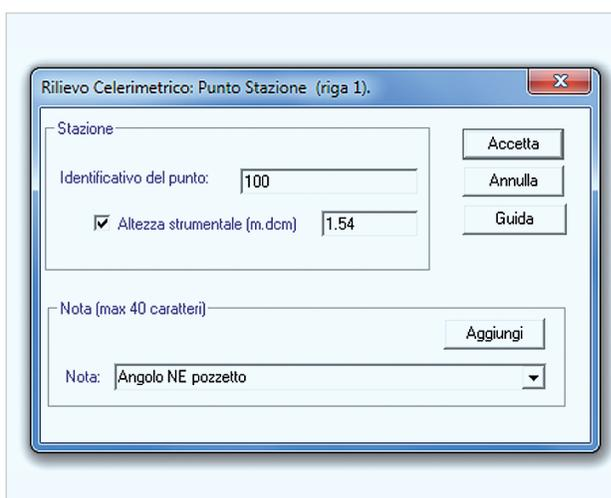

FIGURA 6
• Divisa in **4** campi (► FIGURA 6) si riferisce alle stazioni del rilievo celerimetrico **plano-altimetrico** inserendo, in successione nei vari campi, il *numero* identificativo, l'*altezza strumentale* e la *materializzazione* del punto.